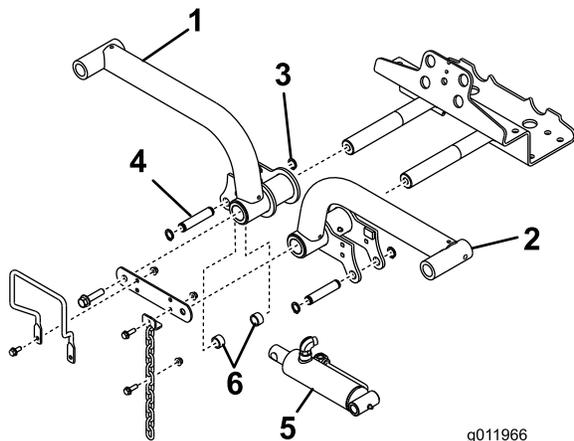

Рисунок 15
4. Вставьте подъемные рычаги в оси поворота подъемных рычагов (Рисунок 15) и закрепите каждый с помощью ранее снятых тяг оси поворота подъемного рычага и болтов.
6. Прикрепите правый конец подъемного цилиндра к правому подъемному рычагу с помощью штифта и двух разделителей (Рисунок 15). Закрепите с помощью стопорного кольца.